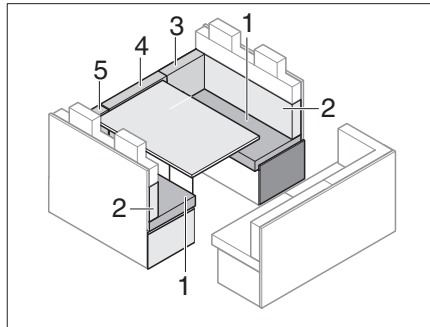

Fig. 191 Avant la transformation
- Enlever les coussins de dossier (Fig. 191,3,4 et 5) et les placer de côté.